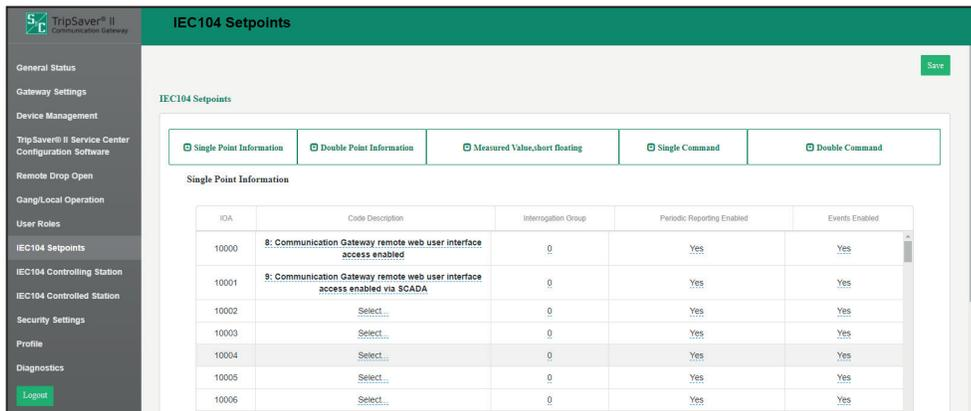

Figura 67. Los puntos de estado de acceso remoto a la Web.
PASO 4. Vea la Figura 67. En la pantalla de *Puntos de Ajuste IEC104*, deben configurarse dos puntos de estado de **Single Point Information (Información de Punto Único)** o **Double Point Information (Información de Punto Doble)** con las siguientes descripciones de código: